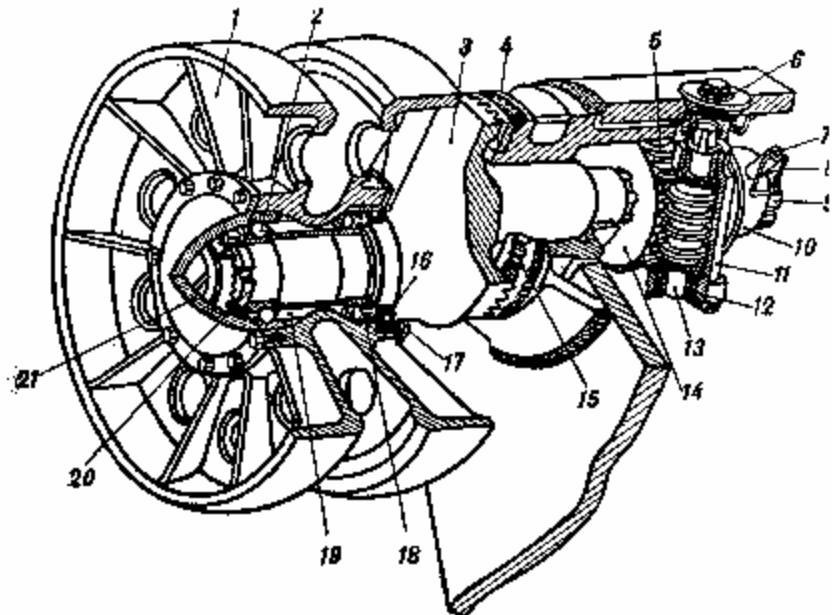

Рис. 133. Направляющее колесо (левинец) и натяжной механизм:
Устройство направляющего механизма (рис. 133)
- 1) Запрессовать в ступицу колеса наружную обойму роликоподшипника 18 (см. рис. 133).